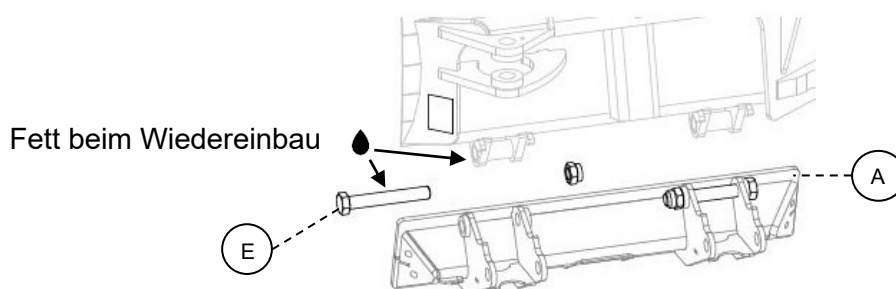

Abb. 29
Es ist wichtig, den Schürfleistenhalter (A) und dessen Schrauben (E) zu überprüfen. Sind diese beschädigt, müssen sie ausgetauscht und gefettet werden (siehe Abb. 29).